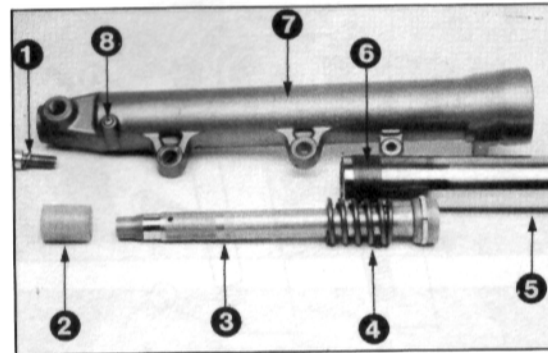

Bild 242
- Lagerlaufringe wie in Bild 242 gezeigt austreiben. Schrittweise über Kreuz austreiben damit Lagersitz nicht aufgeweitet wird.